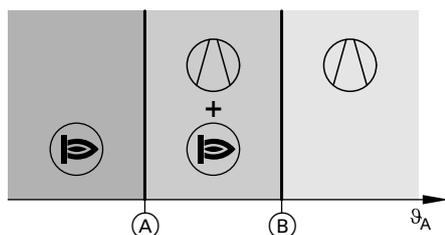
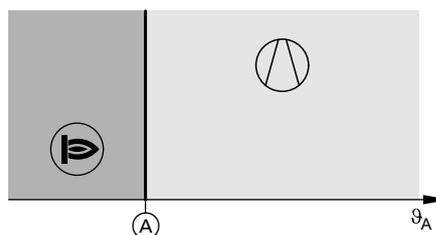

Fig. 25
Fig. 26
Votre installateur a réglé les deux limites de température extérieure (A) et (B) : voir fig. 25 et fig. 26.